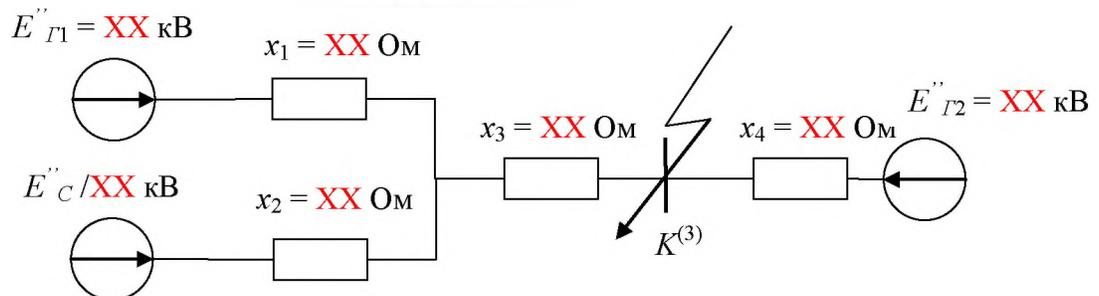

Рисунок 1. Расчетная схема
1. Определить значение сверхпереходного и ударного тока короткого замыкания (КЗ) в точке трехфазного симметричного КЗ – $K^{(3)}$ согласно схеме, представленной на рис. 1.
КЗ. Все величины схемы замещения необходимо привести к номинальным значениям трансформатора ($S_6=6,3$ МВА). Схема электрической сети изображена на рис. 1.